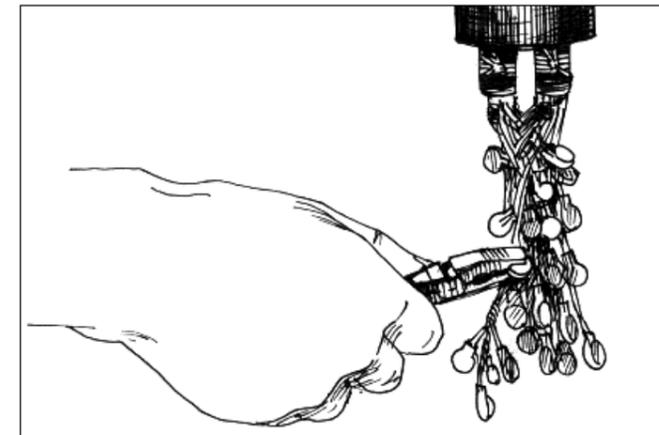

Рис. 4.5. Сращивание жил
**4.9.** Далее производят сращивание жил соединителями Scotchlok UY-2, располагая их равномерно по всей длине и окружности (Рис. 4.5). Таким же соединителем сращивают экранные проволоки.